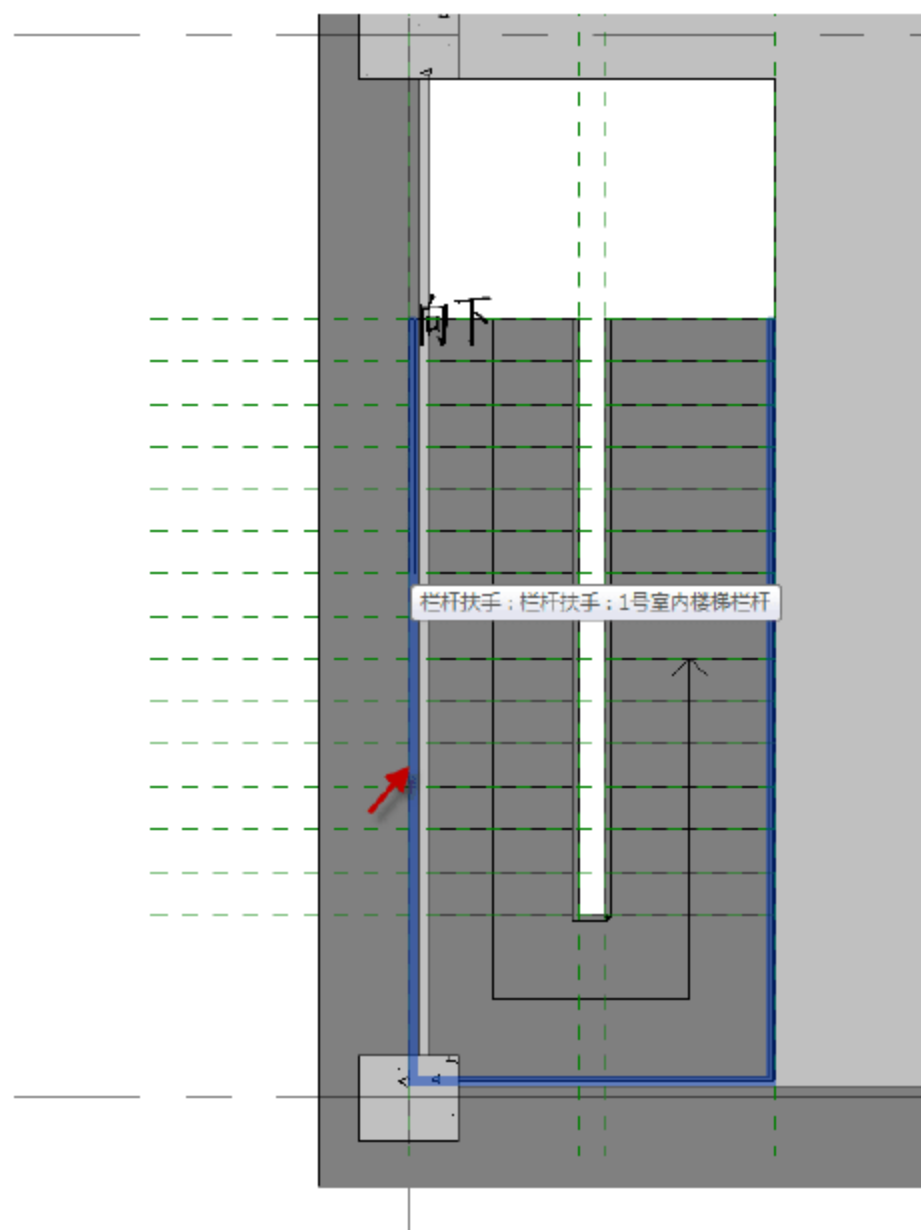

图 11.2.25 删除外部栏杆
(17) 删除外部栏杆扶手。按 Tab 键选择外部栏杆，按 Delete 键删除外部栏杆（由于该楼梯外部栏杆与墙重叠，不符合实际情况），如图 11.2.25 所示。